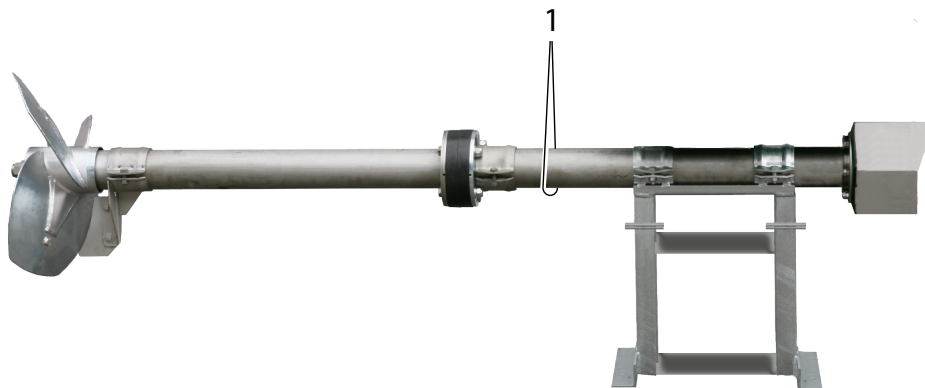

Abb. 1: Aufhängungspunkte Rührigant Z3 HY stationär
- ➔ Rührgigant Z3 HY anhängen (siehe Abb. 1 auf Seite 11) und anheben (auf waagrechte Lage achten).